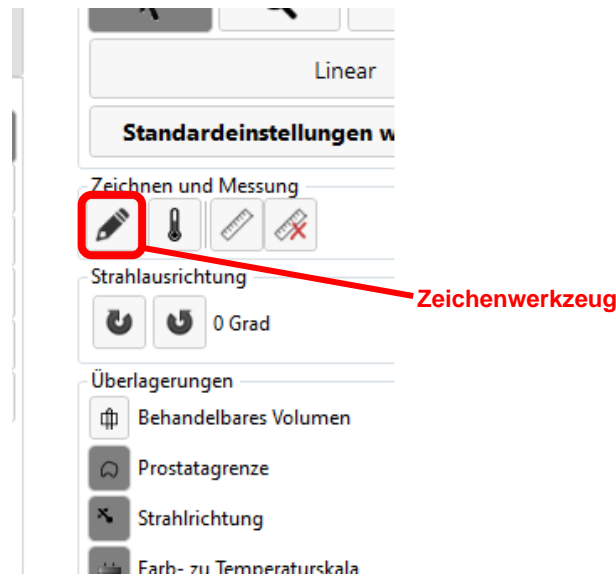

Abbildung 54: „Zeichenwerkzeug“ für die Prostatagrenze im Bildschirm „Wärmezufuhr“
2. Klappen Sie das rechte Feld im Arbeitsbereich „Wärmezufuhr“ nach dem Anhalten der Verabreichung auf, um das Zeichenwerkzeug für die Prostatagrenze auszuwählen (Abbildung 54).